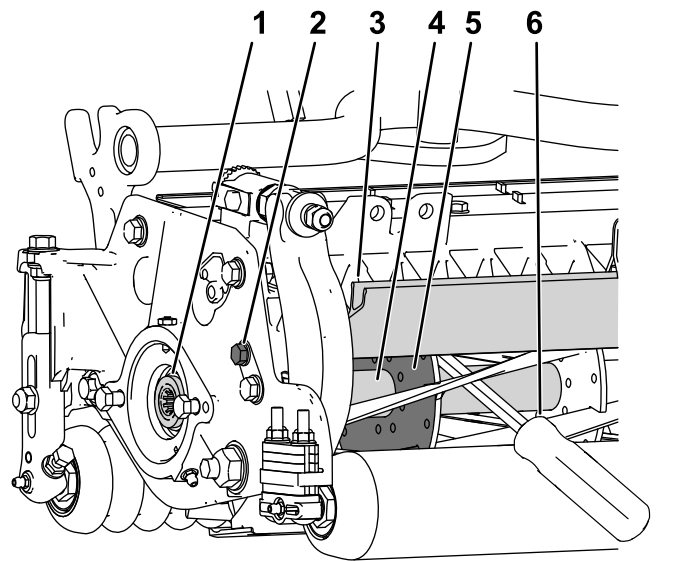

Figura 42
1. Desaperte o parafuso do resguardo no lado esquerdo da unidade de corte e eleve o resguardo traseiro (Figura 42).
2. Insira um pé de cabra de cabo longo (recomendado $\frac{3}{8}$ pol. x 12 pol. com pega de chave de parafusos) através da traseira do cilindro de corte, o mais próximo do lado da unidade de corte que irá apertar (Figura 42).
3. Coloque o pé de cabra contra o lado soldado da placa de suporte do cilindro (Figura 42).